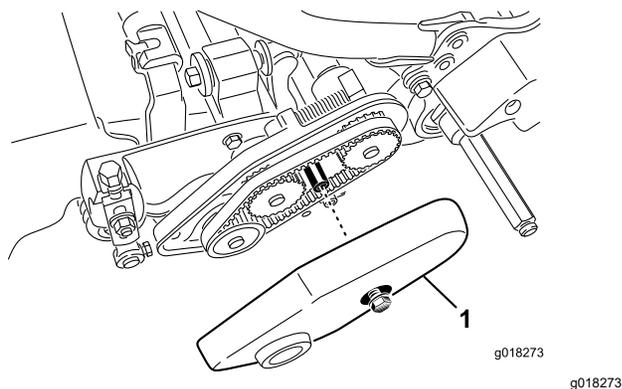

Рисунок 40
2. Ослабьте затяжку фланцевого болта, который крепит крышку ремня, и снимите крышку ремня, чтобы открыть ремень (Рисунок 40).